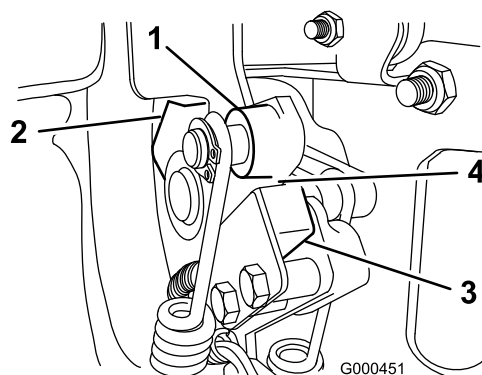

Figura 27
2. Accione a alavanca de tracção até que esta entre em contacto com a paragem neutra (Figura 27).
3. Desaperte as juntas de montagem do interruptor de segurança (Figura 27).
4. Coloque uma cunha de 0,8 mm entre a alavanca de tracção e o interruptor de segurança (Figura 27).